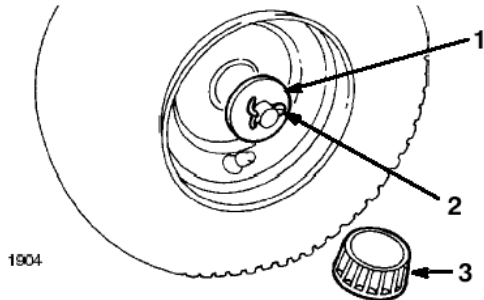

图1
- 3、将手垫片放入车轴内。如果没有扁销，视需要取下薄垫片。（图1）